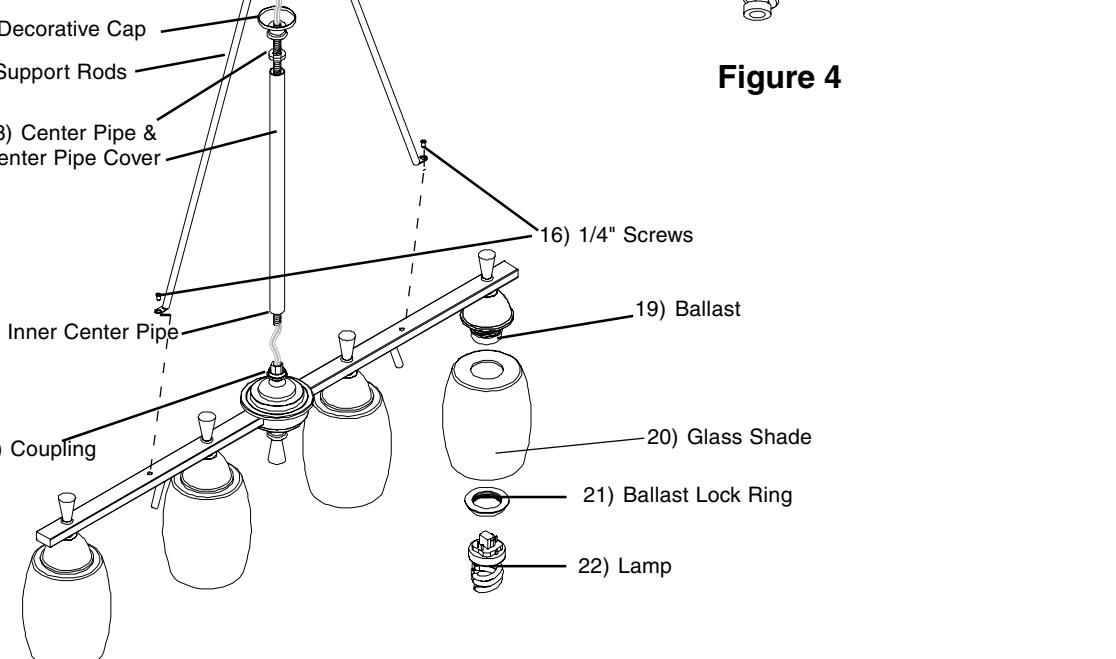

Figure 2
2. Hold fixture wires and fully thread **Inner Center Pipe (17)** onto **Coupling (18)** in center of Fixture. See Fig. 2.
3. Slide Center Pipe & Pipe Cover (13), Decorative Cap (11) and Cup (12) over Inner Center Pipe and **thread Hexnut (4)** onto **Inner Center Pipe** to secure Cup to Center Pipe assembly. See Fig. 2.
5. **Slide Cup Cover over Cup** (Note: Rotate Support Rods to the side for Cup Cover to fit between Rods). Slide top Decorative Cap over Inner Center Pipe and thread Loop (10) onto Inner Center Pipe.
6. **Secure Support rods to Fixture bar** using two 1/4" Screws (16) installed in Fixture bar. Set Fixture assembly aside. See Fig. 2.
18. **Insert Lamps.** See Fig. 2.
2. Sostenga los alambres del luminario y rosque totalmente el Tubo de Centro Interior (17) al Acoplador (18) en el centro del Luminario. Vea Fig. 2.
3. Deslice el Tubo de Centro y su Cubierta (13), Tapa Decorativa (11) y Copa (12) sobre el Tubo de Centro Interior e **rosque la Tuerca Hexagonal (4) al Tubo de Centro Interior** para asegurar la Copa al ensamblaje del Tubo de Centro. Vea Fig. 2.
5. Deslice la Cubierta de la Copa sobre la Copa (Nota: Gire las Varillas de Soporte al lado para que la Tapa de la Copa para que queden entre las Varillas). Deslice la Tapa Decorativa de arriba sobre el Tubo de Centro Interior y rosque el Lazo (10) al Tubo de Centro Interior.
6. Asegure Varillas de Soporte a la barra del Luminario usando dos Tornillos de 1/4" (16) instalados en la barra del Luminario. Ponga el Ensamblaje del Luminario a un lado. Vea Fig. 2.
7. Deslice la Cubierta de la Copa sobre la Copa (Nota: Gire las Varillas de Soporte al lado para que la Tapa de la Copa para que queden entre las Varillas). Deslice la Tapa Decorativa de arriba sobre el Tubo de Centro Interior y rosque el Lazo (10) al Tubo de Centro Interior.
8. Para determinar la longitud deseada de la cadena: use el Eslabón de Cerradura (9) y enganche la Cadena (8) al Lazo (10). Sostenga el luminario hasta el techo para determinar longitud deseada de la Cadena y si la longitud de la cadena necesita ajuste, desenganche el Eslabón de Cerradura quite eslabones. Nota: Use alicates para quitar los eslabones o llame a Soporte Técnico para comprar cadena adicional. Sujete la Cadena de nuevo con el Eslabón de Cerradura.
18. Inserte las Lámparas. Vea Fig. 2.